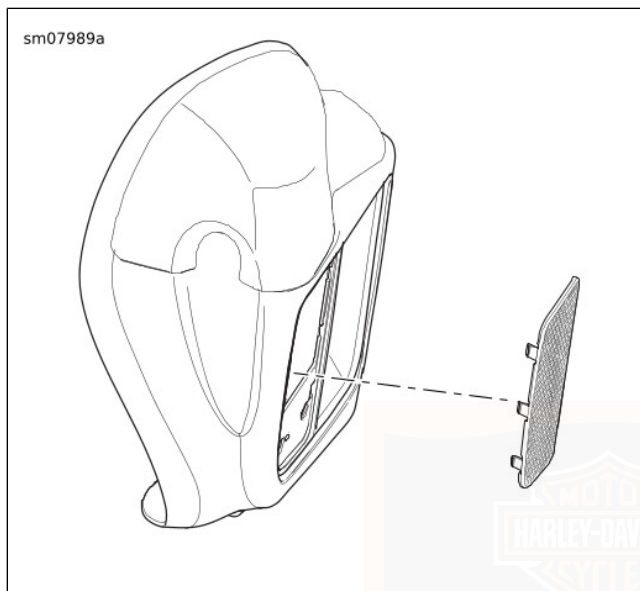

Figura 75. Pannello a griglia sulla carenatura inferiore
1. Vedere Figura 75 . Rimuovere la griglia esterna dalla carenatura inferiore.